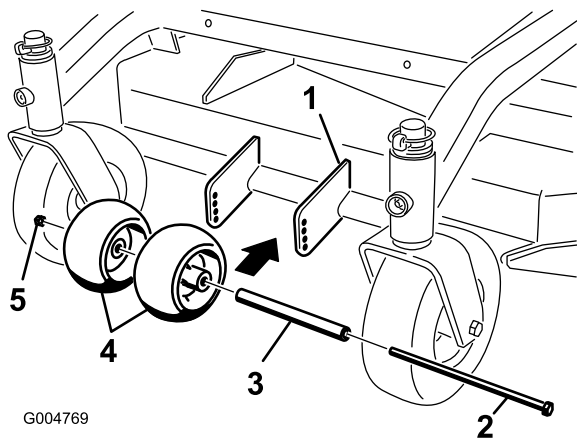

Figura 14
1. Dopo avere regolato l'altezza di taglio, controllate che i rulli antistrappo siano ad una distanza minima da terra di 10 mm (Figura 14).
2. Se occorre regolare, togliete il bullone, le rondelle e il dado (Figura 14).
3. Selezionate una posizione del foro che permetta ai rulli antistrappo di trovarsi ad una distanza minima da terra di 10 mm (Figura 14).
4. Montate il bullone e il dado (Figura 14).